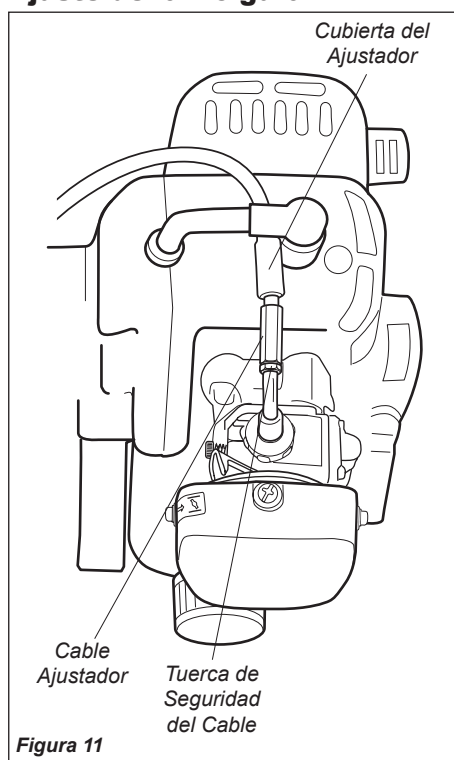

Figura 11
- Aflojando la tuerca de seguridad del cable y luego tornillando el cable del ajustador para dentro o fuera hasta conseguir la holgura deseada. Consulte la figura 11.